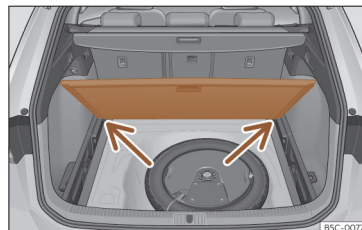

Fig. 126 Suelo variable del maletero: posición inclinada.
- Apoye el piso sobre los alojamientos previstos para tal uso»» fig. 126 (flechas).